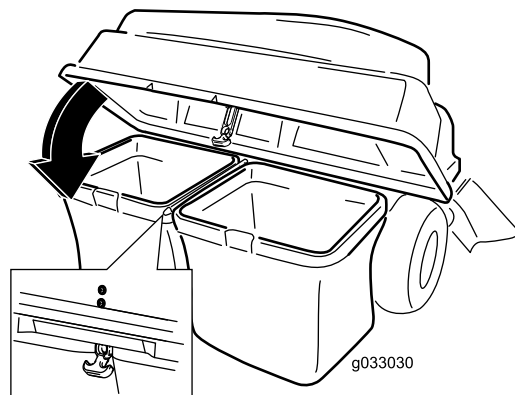

Figura 18
5. Abbassate il coperchio del sistema di raccolta sui cesti (Figura 18).
6. Fissate il cofano con il fermo (Figura 18).